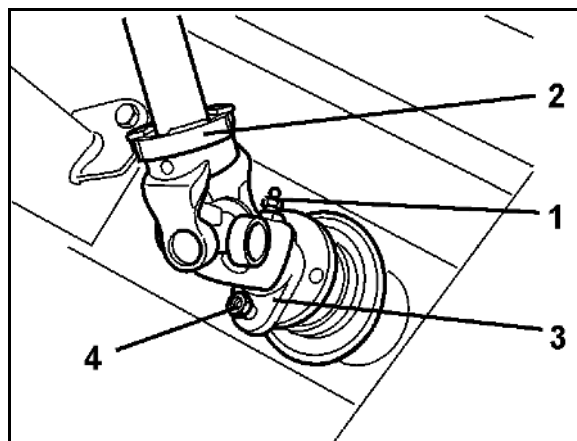

Fig. 96
1. Desfaceți niplul conic de lubrifiere (Fig. 96/1) din furca de racord (Fig. 96/2) a arborelui cardanic.
2. Îndepărtați șurubul de forfecare (Fig. 96/4) dintre flanșa furcii (Fig. 96/3) arborelui cardanic și flanșa arborelui de intrare al transmisiei.